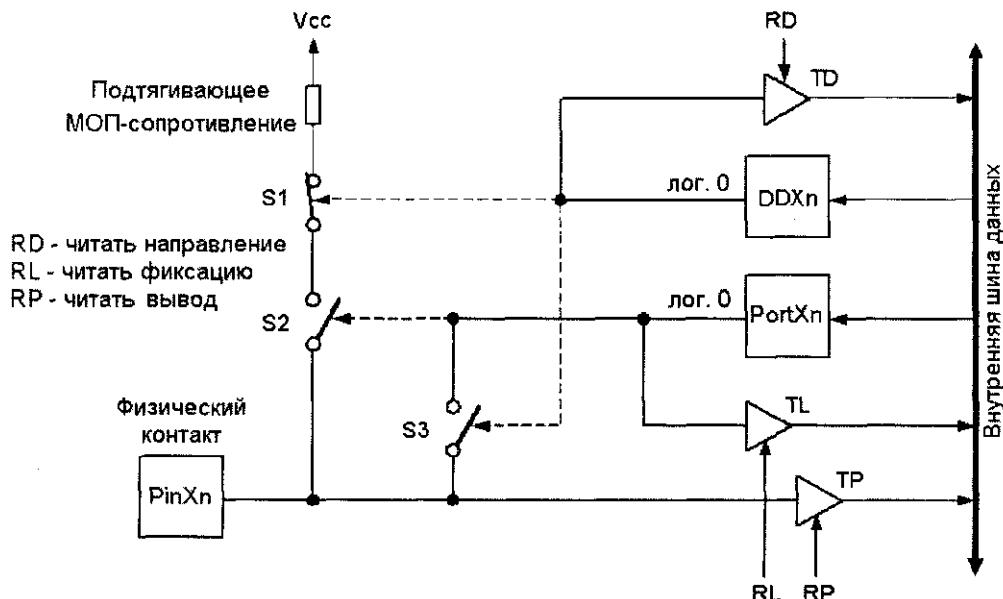

Рис. 10.1. Принципиальная схема вывода порта
Все порты ввода/вывода микроконтроллеров базовой серии семейства AVR являются 8-разрядными и двунаправленными. Исключение составляет только 7-разрядный порт D моделей AT90S1200 и AT90S2313. Здесь пришлось пренебречь разрядом PD7, поскольку в распоряжении есть только 20 точек подсоединения к корпусу. Каждый вывод порта может быть индивидуально сконфигурирован как вход или выход, причем в случае функционирования в качестве входа к нему может быть по выбору подключено подтягивающее сопротивление (рис. 10.1).
На рис. 10.1 показана схема, по которой построены порты микроконтроллеров семейства AVR. Буква "X" в обозначении вывода регистра порта и регистра направления передачи данных используется вместо обозначения порта, то есть, вме-
Положения ключей S1–S3, показанные на рис. 10.1, соответствуют сигналам низкого уровня на выходах регистров DDXn и PortXn.
1. Регистр направления передачи данных (DDX на рис. 10.1) определяет назначение вывода порта: вход или выход.
2. В регистр порта PortX (см. рис. 10.1) в том случае, если вывод выполняет роль выхода, записывается значение, подлежащее выводу. В том случае, когда вывод выполняет роль входа, ключ S2 замкнут, и подтягивающее сопротивление может быть подключено к входному контакту.
Выход вентиля “НЕ-И” N1, выполняющего функцию ключей S1 и S2, показанных на рис. 10.1, только тогда переходит в состояние лог. 0, когда в соответствии с табл. 10.2 триггер PortD0 содержит высокий уровень, а триггер DDD0 — низкий уровень. Низкий уровень на выходе N1 включает подтягивающее МОП-сопротивление — МОП-транзистор с высоким канальным сопротивлением (приблизительно 35–150 кОм) во включенном состоянии.
Здесь речь идет не о регистре, а о прямом доступе по некоторому адресу через выводы порта А. При считывании порта А получают содержимое внутреннего регистра PortA, а при считывании информации с выводов PINA получают логический уровень, который в настоящий момент присутствует на выводах порта А (см. рис. 10.1).
Здесь речь идет не о регистре, а о прямом доступе по некоторому адресу через выводы порта В. При считывании порта В получают содержимое внутреннего регистра PortB, а при считывании информации с выводов PINB получают логический уровень, который в настоящий момент присутствует на выводах порта В (см. рис. 10.1).
Здесь речь идет не о регистре, а о прямом доступе по некоторому адресу через выводы порта С. При считывании порта С получают содержимое внутреннего регистра PortC, а при считывании информации с выводов PINC получают логический уровень, который в настоящий момент присутствует на выводах порта С (см. рис. 10.1).